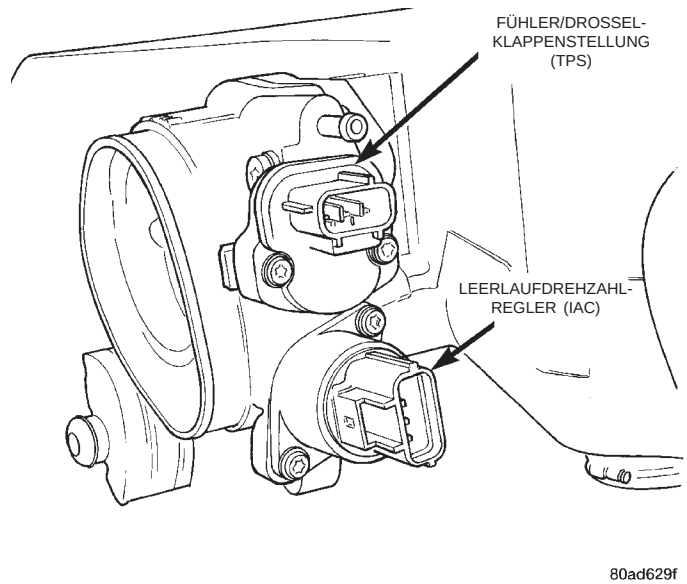

Abb. 32 Leerlaufdrehzahlregler (IAC) — 2.7L-Motor
(4) Sicherstellen, daß der Steckverbinder korrekt am Leerlaufdrehzahlregler (IAC) angeschlossen ist (Abb. 32).
(5) Sicherstellen, daß der Steckverbinder am Fühler/Drosselklappenstellung (TPS) angeschlossen ist (Abb. 32).